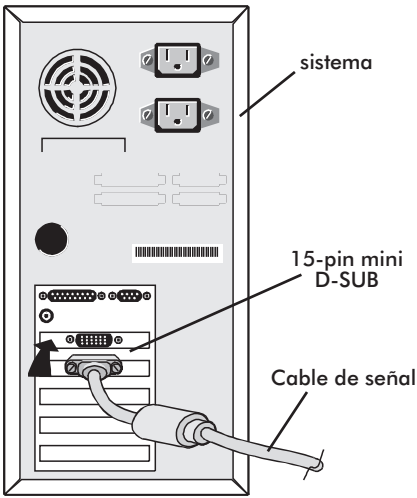
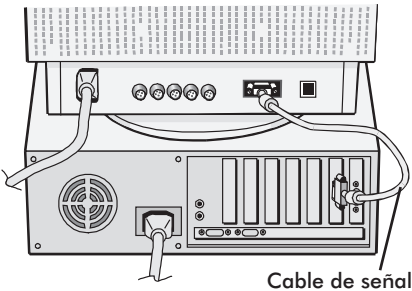

Figura A.1
Figura A.2
2. **Para el PC:** Conecte uno de los extremos del cable de señal D-SUB mini de 15 espigas al conector de la tarjeta de pantalla en el sistema y (Figura A.1) el otro extremo a la parte trasera del monitor (Figura A.2). Afiance todos los tornillos. Proceda con el paso 4.